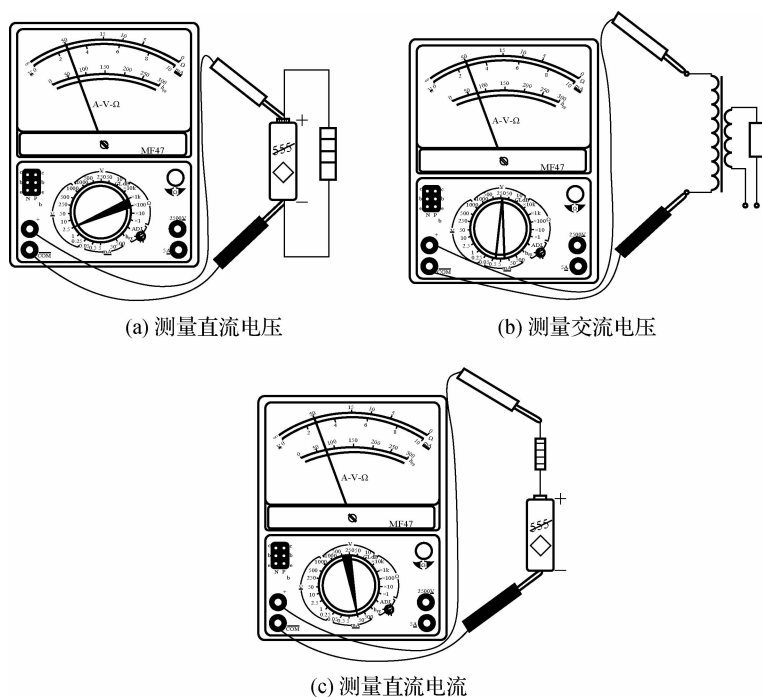

图 1-11 指针式万用表测量电压、电流的方法
(2)指针式万用表测量直流电压的方法如图 1-11(a)所示。具体步骤如下:
①先将量程转换开关拨到直流电压挡位范围内,根据估算电压值选择适当的量程,若不知道被测电压的值,应先用最高挡测出大约值后,再选择合适的挡位来测量,以免表头指针偏转过度而损坏表头。
- ②万用表并联在被测电路中,红表笔接被测电路高电位端,黑表笔接低电位端。
- ③读出测量值,电压值= $V(mV)/格 \times 格数$ 。
(3)指针式万用表测量交流电压的方法如图 1-11(b)所示。具体步骤如下:
- ①先将量程转换开关拨到交流电压范围内,根据估算电压值,选择适当的量程。
- ②两表笔分别并联到被测电路的两端,与测量直流电压不同的是,红、黑表笔可任意接被测电路两端。
(4) 指针式万用表测量直流电流的方法如图 1-11(c) 所示。具体步骤如下：
① 先将量程转换开关拨到直流电流范围内，根据估算值选择量程，若不知道被测电流的大约值，应先用最高挡测出大约值后再选择合适的挡位来测量。
② 测量时应将万用表串联在被测电路中，正负极必须正确，红表笔接电流流入端，黑表笔接电流流出端。